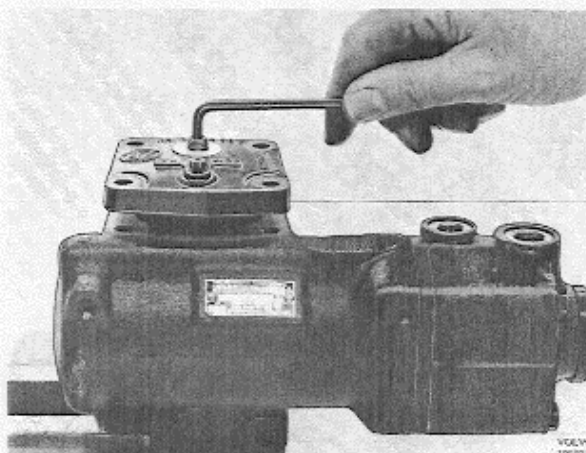
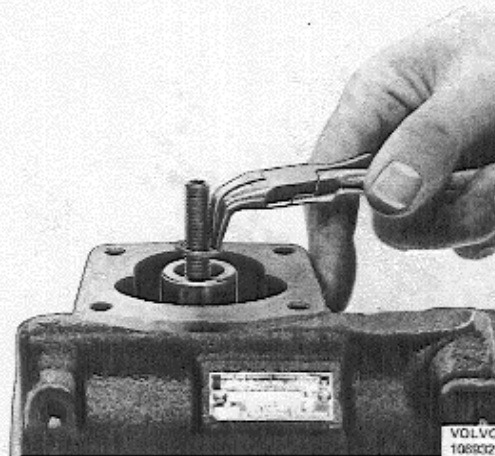

Abb. 95 Ausbau des Lenkgehäusedeckels
Abb. 96 Ausfedern des Sicherungsringes, Einstellschraube
1. Lenkgetriebe gem. Abb. 95 in einen Schraubstock spannen.
2. Sicherungsmutter (17) und Deckelschrauben (19) entfernen. Stellschraube (11) durch den Segmentwellendeckel nach innen schrauben und den Deckel (16) abnehmen. Lagernadeln aus dem Lager (14) im Deckel herausnehmen.
3. Sicherungsring (13) ausfedern und die Stellschraube (11) entfernen, s. Abb. 96. Segmentwelle (10) in Lenkmittelstellung drehen und aus dem Lenkgehäuse herausziehen, vgl. Abb. 122. Mit Hilfe eines Magneten die losen Rollen der Lager (3 u. 7) entfernen.